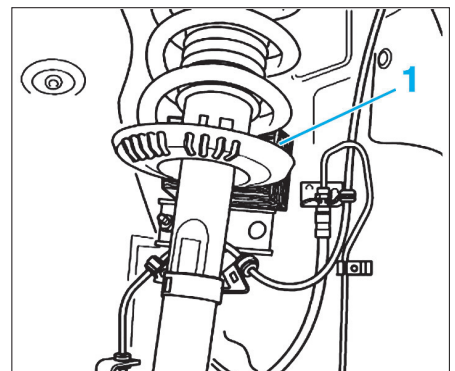

FIG. 61
- Basculer la jambe de force vers l'extérieur et la soutenir avec un tasseau (1) en tirant simultanément le demi-arbre de roue hors du roulement de roue (Fig.61).